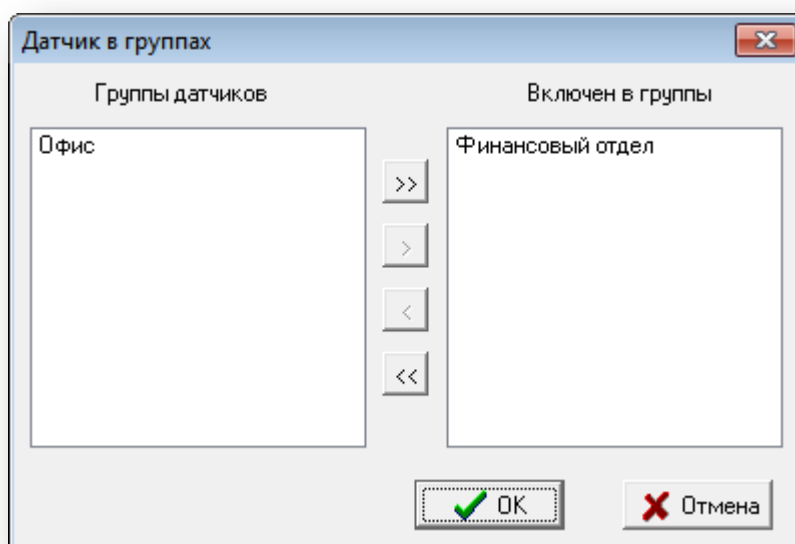

Рисунок 5.11
- Нажатие кнопки «Группы» открывает окно «Датчик в группах» (Рисунок 5.11).
Для включения его также в состав группы из левой части окна (Рисунок 5.11) нужно выделить мышью название группы датчиков в левой части окна, а затем нажать кнопку .